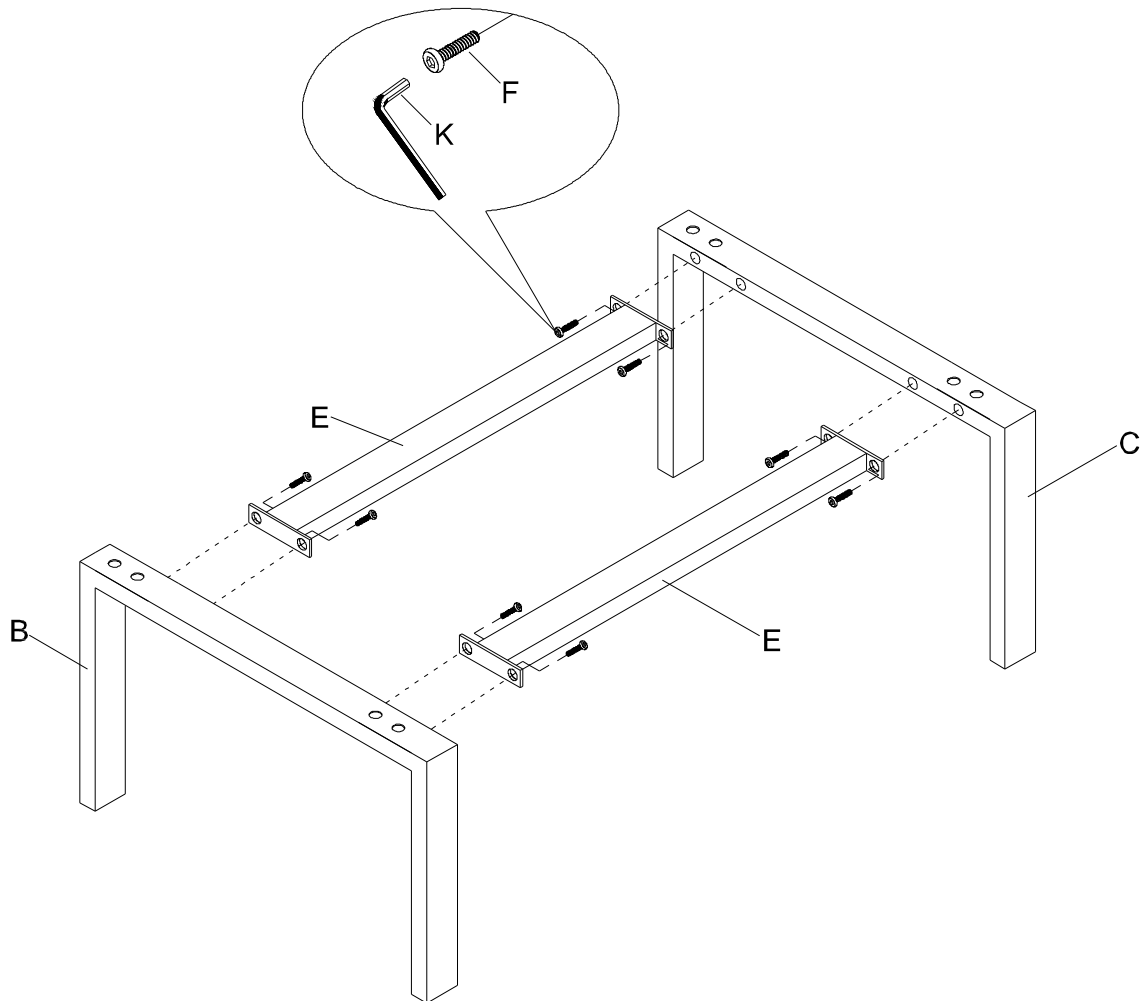

FIGURE-1
STEP-1: CONNECT METAL RAILS-E TO SIDE FRAMES-(B & C) AS SHOWN IN FIGURE-1
- 1.1 POSITION LEFT FRAME-B AND RIGHT FRAME-C ON THE WORK SURFACE AS SHOWN IN FIGURE-1.